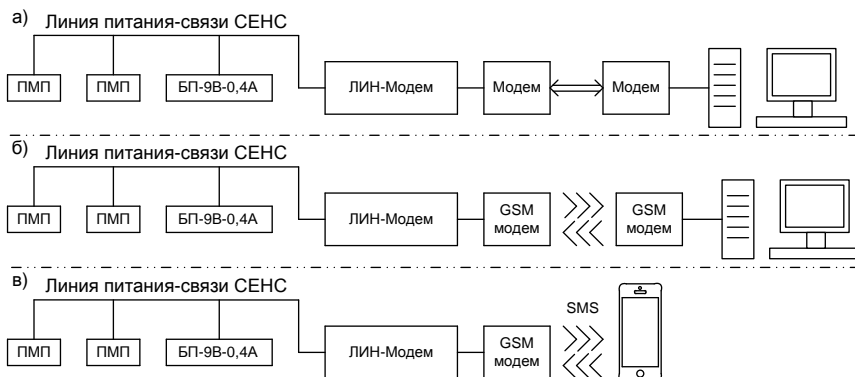

Рисунок 2 – Варианты применения адаптера совместно с устройствами СЕНС
2.2.3 Варианты подключения адаптера в режиме работы «ЛИН-Модем» (рисунок 2):